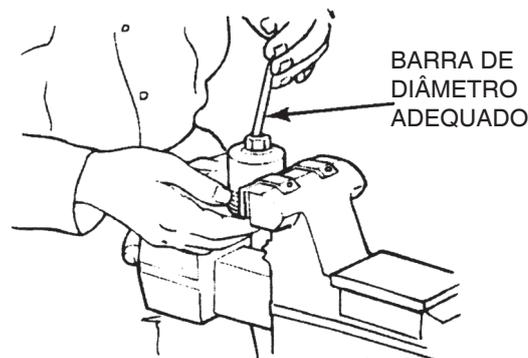

Figura 116
5. Coloque o conjunto do cilindro e pistão em uma morsa protegida por mordentes de bronze. Remova o pistão e o anel em "O" de dentro do cilindro. Use uma barra pequena colocada através do furo no topo do cilindro e empurre o pistão para fora. Pode ser necessário usar uma pequena marreta de borracha com cuidado para bater e remover o pistão para fora. Figura 116.